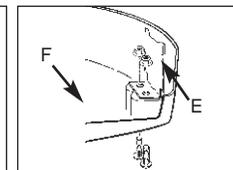

Fig. 19
1. Enlevez la lame de coupe (A) de la protection de l'accessoire de coupe (B) (Fig. 19).